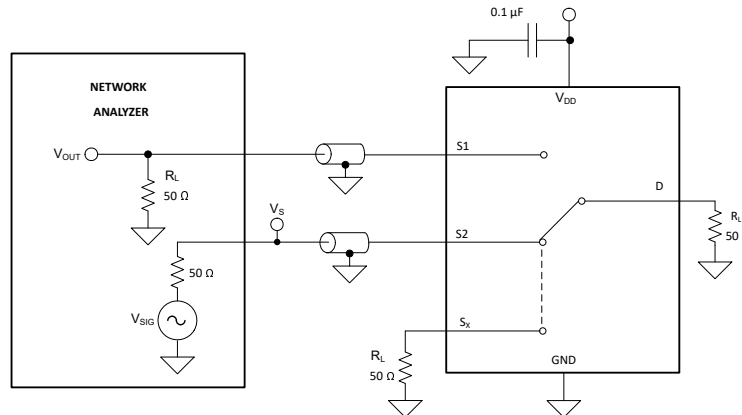

図 7-10. チャンネル間クロストーク測定時の設定
クロストークは、オンチャンネルのソース・ピン (Sx) に信号が印加された場合に、他のチャンネルのドレイン・ピン (D) に現れる信号の比率として定義されます。図 7-10 に、クロストークの測定を行う際の設定と、クロストークの計算に使用する式を示します。